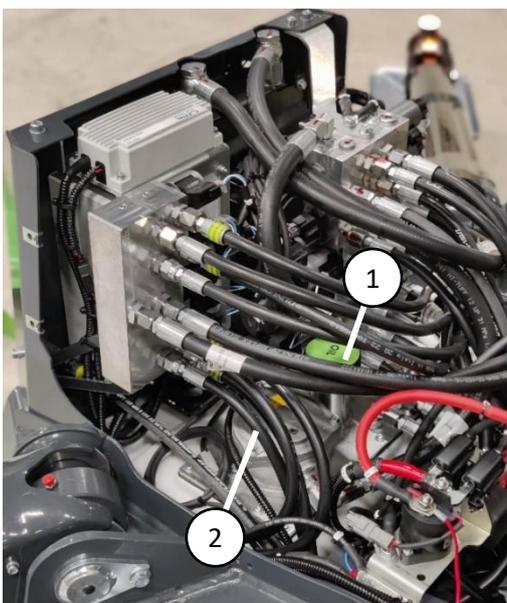

Abbildung 22. Hydrauliköltank
Der Hydraulikölwechsel kann entweder über den Saugfilter oder über den Deckel des Hydrauliköltanks (Abbildung 22 (1)) mit einer Saugpumpe erfolgen. Der Saugfilter befindet sich im Boden des Fahrgestells hinter der Wartungsklappe (Abbildung 23). Das Hydrauliköl kann durch Abnehmen des Schlauches der Reservepumpe (Abbildung 23 (1)) vom Saugfilter abgelassen werden.
Der Hydrauliköl-Rücklaufilter (Abbildung 22 (2)) befindet sich oben auf dem Hydrauliköltank an der Rückseite des Fahrgestells. Der Filterwechsel erfolgt durch Öffnen des Deckels des Filtergehäuses und Ersetzen der Filterpatrone durch eine neue. Vergewissern Sie sich, dass keine Lecks vorhanden sind, bevor Sie die Abdeckungen wieder an der Maschine anbringen.
Der Hydraulikölstand kann mit dem Messstab im Filterdeckel (Abbildung 22 (1)) kontrolliert werden. Der Ölstand sollte an der oberen Markierung des Messstabes liegen, wenn sich die Zugangsplattform in Transportstellung befindet (Ausleger unten und Stützen ganz oben).